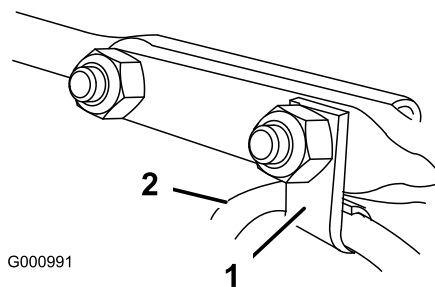

Figure 8
15. Insérez le clip qui supporte le câble du déflecteur sur le boulon avant, et fixez les boulons avec les contre-écrous fournis (Figure 8).